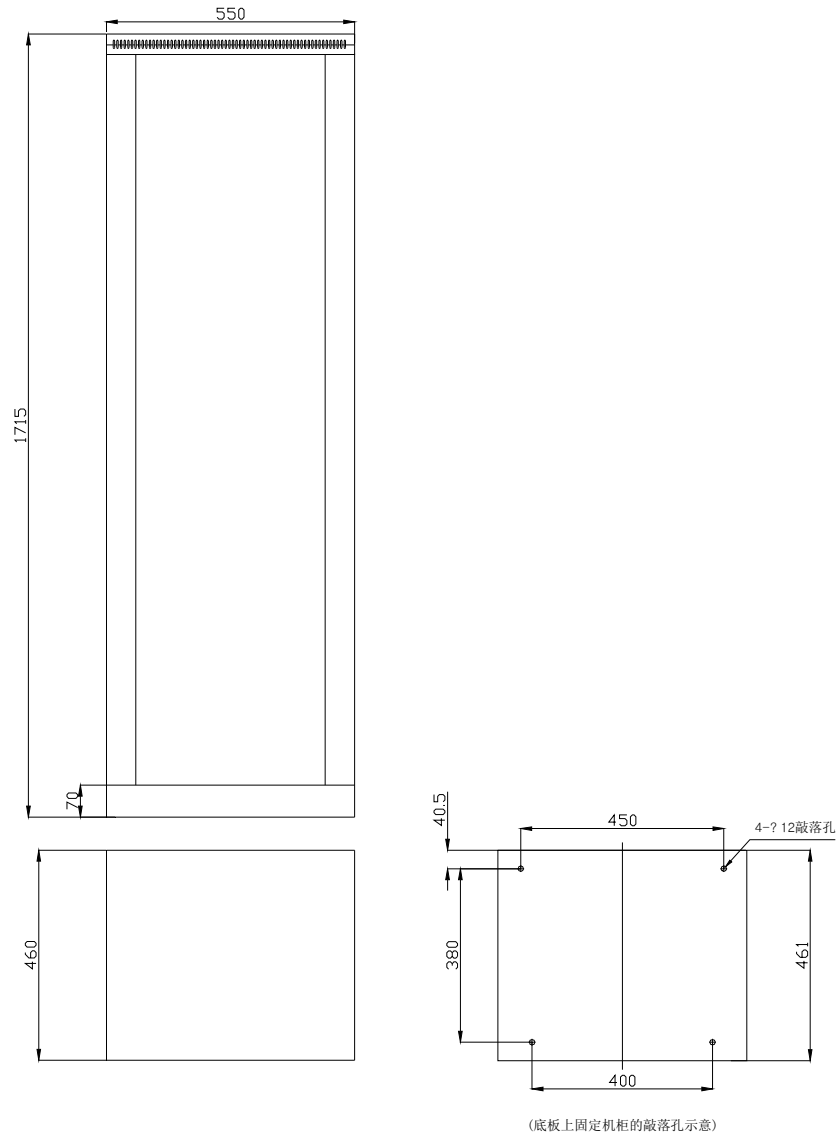

图 3-5
- (1) 材料内外表面均进行喷塑处理。
- (2) 外形尺寸：550mm \times 460mm \times 1715mm。
- (3) 机柜底板上设有敲落孔 ($\phi 12$)，用于固定机柜，如图 3-5。
LD-1000A5 型立式控制柜外形示意图如图 3-5 所示。